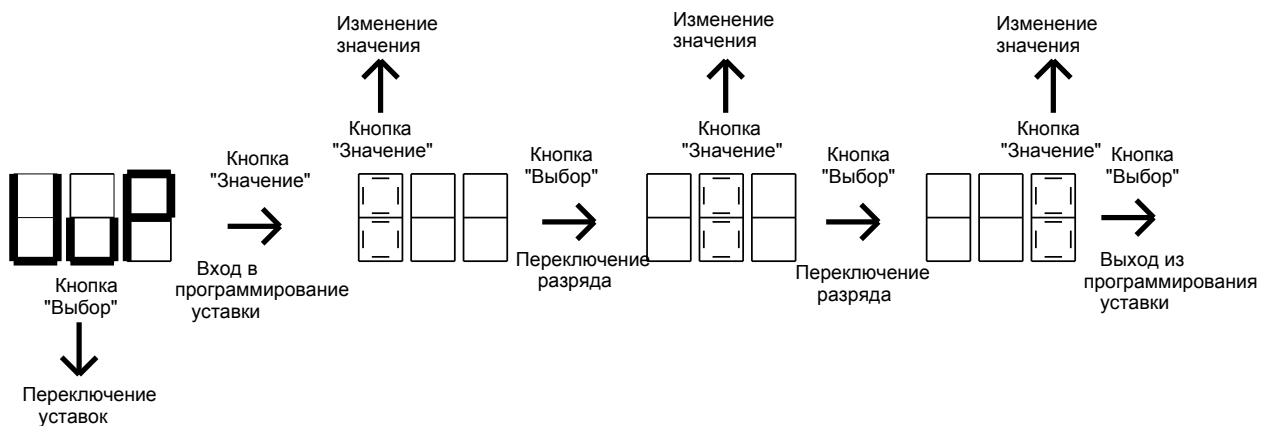

Рисунок 2.1 Назначение кнопок и порядок программирования уставки.
2.8 Пример программирования уставки (смотри рисунок 2.1) :